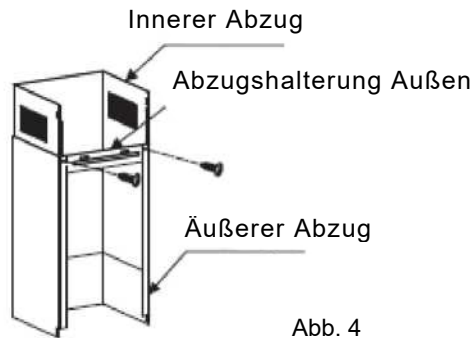

Abb. 4
6. Befestigen Sie die äußere Abzugshalterung am Außenabzug und achten Sie darauf, dass der Innenabzug darin frei höhenverstellbar ist. Siehe Abb. 4